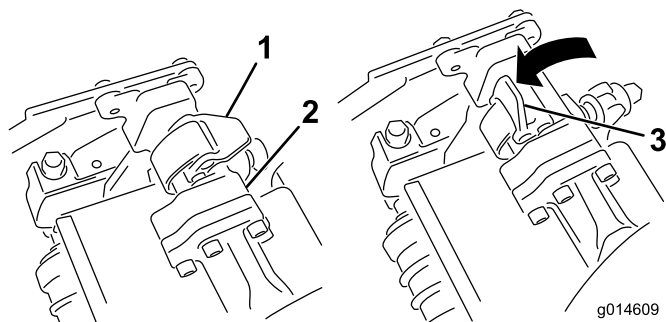
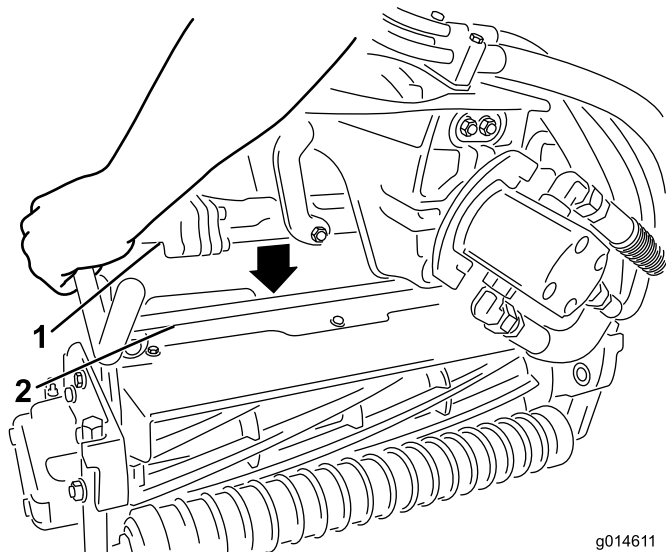

図 12
図 13
5. サスペンションアームのバーについているラッチを上向き（開いた状態）にして（図 12）、サスペンションアームを押し下げて、バーを、カッティングユニットのバーの上に被せるようにする（図 13）。
6. ラッチを下げると閉じるとカッティングユニットのバーがロックされてユニットがアームにセットされる（図 12）。